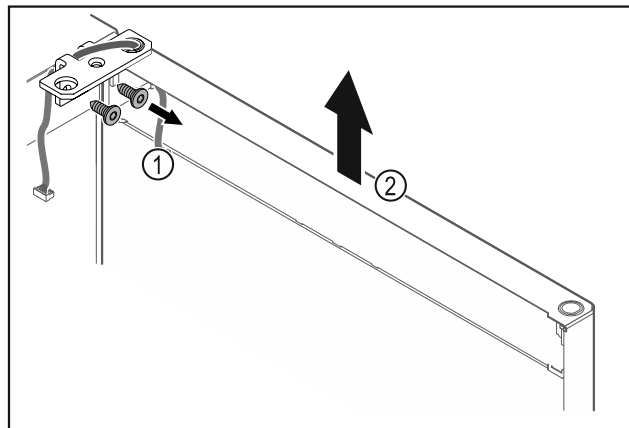

Fig. 18
- ▶ Scharnierhoek Fig. 18 (1) losschroeven.
- ▶ Deur inclusief scharnierhoek Fig. 18 (2) circa 200 mm recht omhoog tillen en verwijderen.